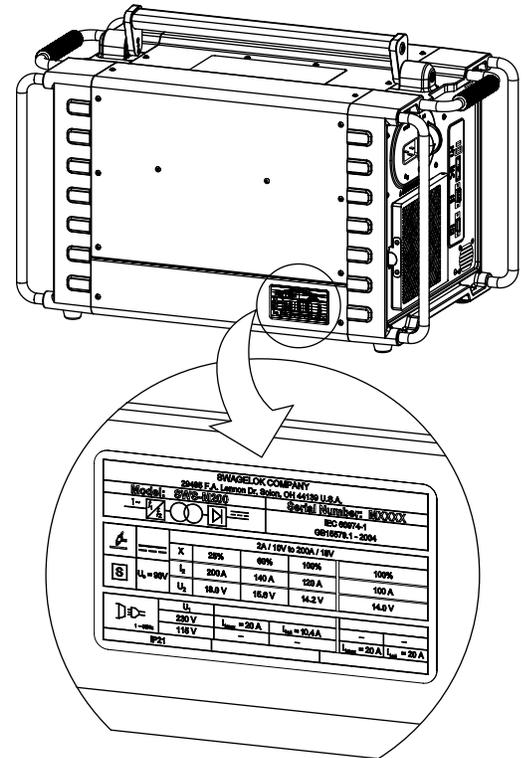

Fig. 5—etiqueta de especificaciones de la Unidad de potencia M200
3. Registre la referencia y el número de serie de la etiqueta de especificaciones ubicada en la parte trasera de la Unidad de potencia M200 (Fig. 5), junto con la fecha de entrega, en el formulario de Información de garantía de la Unidad de potencia M200 y en el formulario de Información de registro, página 17. Envíe el formulario de Información de garantía a su representante autorizado de Swagelok para activar la garantía.
Dedique un momento a rellenar la información que se muestra a continuación. Consulte la etiqueta de especificaciones en la parte trasera de la Unidad de potencia M200 (Fig. 5) para localizar la referencia y el número de serie.